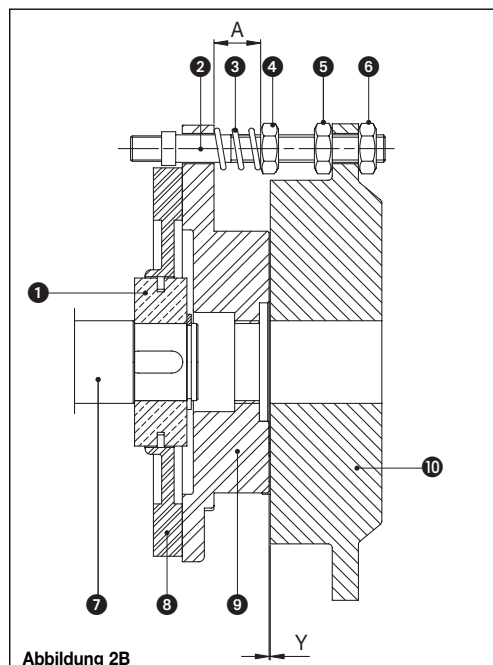
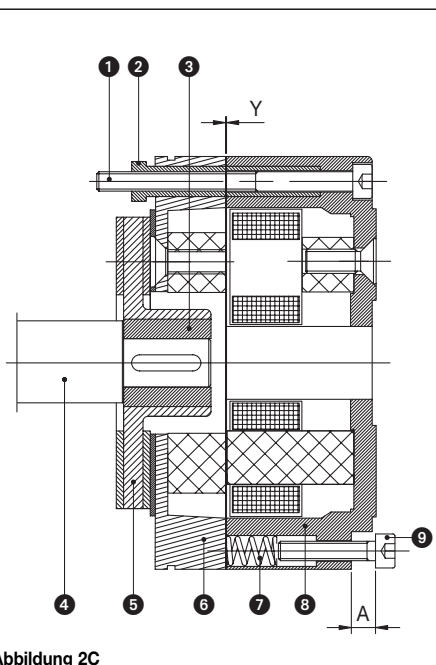

Abbildung 2B
Abbildung 2C
2.2 Baumerkmale der Bremse für Motoren der Baugröße 71÷160 (Abbildung 2B)
2.3 Baumerkmale der Bremse für Motoren der Baugröße 63 (Abbildung 2C)
Bei den Motoren der Baugröße 71÷160 (Abbildung 2B) erfolgt die Einstellung des Bremsmomentes durch Änderung des Abstandes A mithilfe der Schraubenmutter ④. Durch Drehen nach links wird das Bremsmoment verringert.
Bei den Motoren der Baugröße 63 (Abbildung 2C) erfolgt die Einstellung des Bremsmomentes durch Änderung des Abstandes A mithilfe der Schrauben ⑨. Durch Drehen der Schrauben nach links wird das Bremsmoment verringert.
Der Luftspalt Y (in Abbildung 2B und 2C) ist der Abstand zwischen den Magnetflächen und dem beweglichen Anker bei spannungsloser Bremse (gebremster Motor).
Bei den Motoren der Baugröße 71÷160 (Abbildung 2B) erfolgt die Einstellung des Luftspaltes mit den Muttern ⑤ und ⑥, mit denen der Elektromagnet auf den ursprünglichen Abstand vom Anker bewegt wird. Bei den Motoren der Baugröße 63 (Abbildung 2C) erfolgt die Einstellung des Luftspaltes nach Lösen der Stellmutter ② mit den Befestigungsschrauben ①. Nach Erreichen des gewünschten Wertes die Mutter fest auf dem Monoblock anziehen.